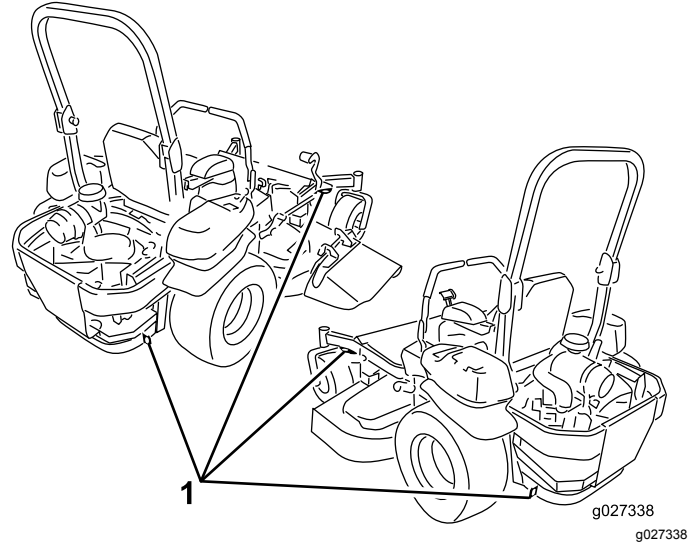

Figura 38
5. Utilice los puntos de amarre metálicos de la máquina para sujetar la máquina firmemente al remolque o al camión con correas, cadenas, cables o cuerdas (**Figura 38**).